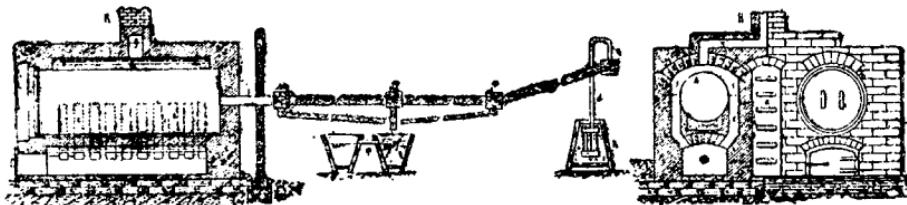

Рис. 33.
Перегонка ведется в горизонтальных цилиндрических ретортах (A) рис. 33 (D) топки без колосников.